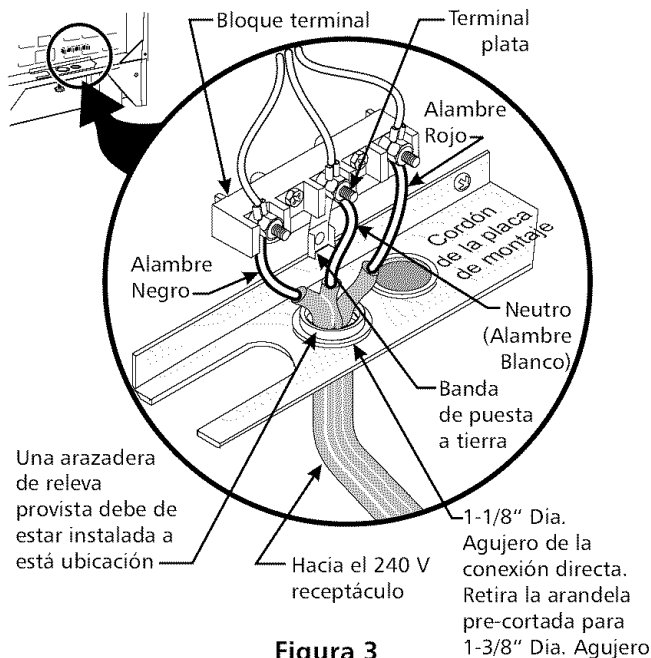

Figura 3
**NOTA:** La estufa bi-energía viene de fábrica preparada para funcionar con un hueco de 1 1/8" de diámetro como se muestra en la figura 3. En caso de necesitarse un hueco más grande retire la cubierta.
(Un cordón flexible o cable de 3 conductores debe de ser reemplazado con un cordón flexible o cable de 4 conductores donde la conexión del conductor a tierra al neutro esta prohibida en las nuevas instalaciones, las casas sobre ruedas, los vehículos de recreación o otras áreas donde los códigos locales no permiten la conexión a tierra al neutro.) Si los códigos locales permiten la conexión del conductor de tierra del marco con el alambre neutro del cordón eléctrico de cobre (vea Figura 3):